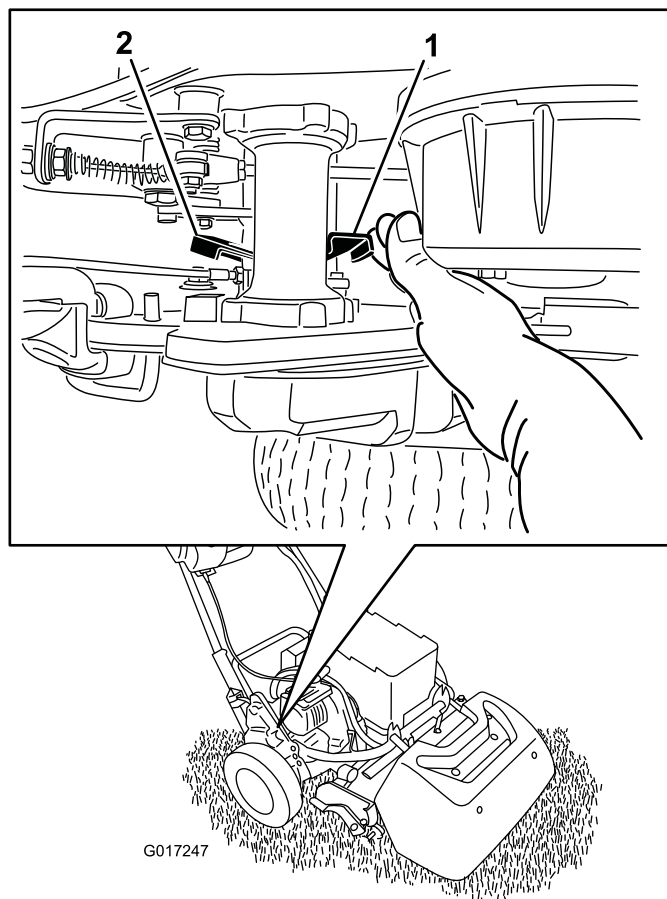

Bild 38
1. Rechts hinten an der Maschine neben der Antriebsgehäusetrommel befindet sich der Hebel zum Ein-/Auskuppeln des Fahrtriebs (Bild 38).